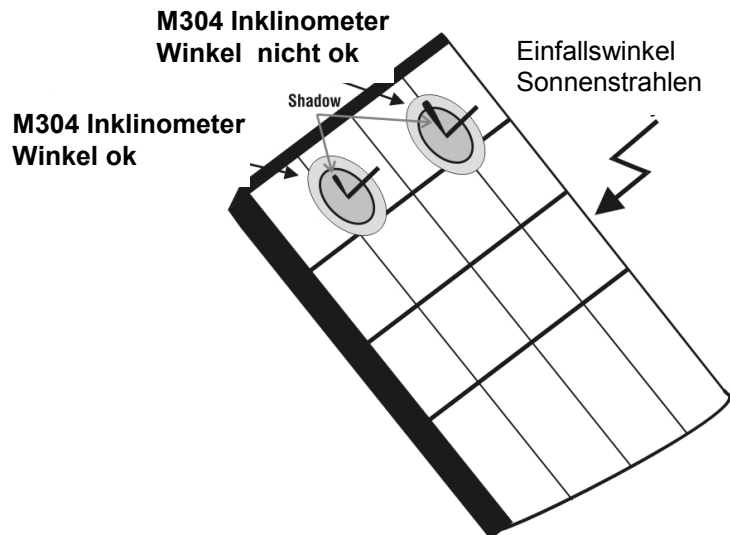

Abb. 5b: Positionierung des M304 (Inclinometer)
11. Befestigen Sie das M304 (Inklinometer bzw. Neigungsmesser) und richten Sie es plan zum PV-Modul aus. Überprüfen Sie, ob der Schatten der Sonnenstrahlen innerhalb der vorgegebenen Grenzen liegt (siehe Fig. 5b). Im sonstigen Fall würde der Einfallswinkel zwischen den Sonnenstrahlen und der Oberfläche des PV-Moduls zu gross sein und somit zu stark abweichen von den Testkonditionen der Solarmodul-Hersteller. Damit könnten die gemessenen Daten nicht mit den Herstellerdaten verglichen werden und es wird empfohlen die Messung zu einer anderen Tageszeit zu wiederholen.